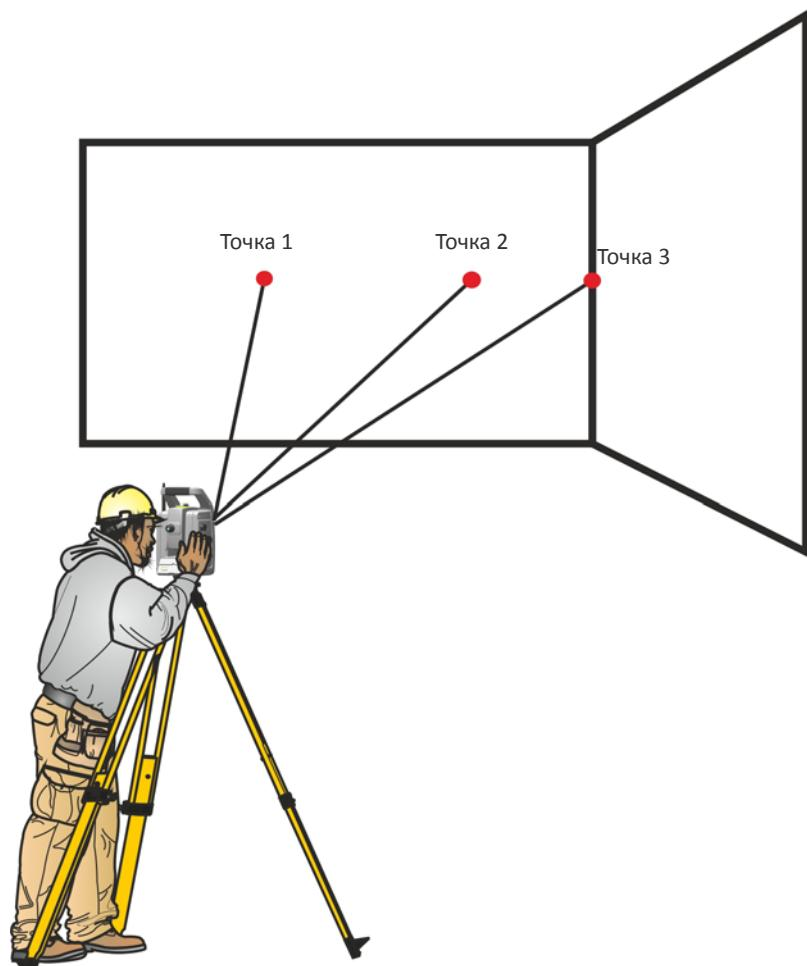

Рисунок 4.4 Измерение со смещением
2. Наведите инструмент на угол, чтобы записать правильные значения горизонтального и вертикального углов. См. Рисунок 4.4.